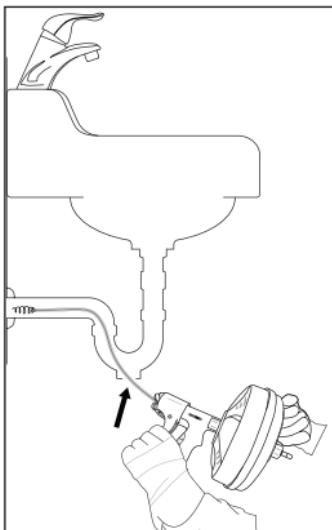

Abb. 1
- ▶ Bereiten Sie das Gerät und den Arbeitsbereich nach diesen Anweisungen vor, um die Verletzungsgefahr durch elektrische Schläge, Feuer, Umkippen des Gerätes, eine verdrehte oder gebrochene Spirale ⑧, Verletzungen durch Chemikalien, Infektionen oder andere Ursachen zu verringern und eine Beschädigung des Gerätes zu vermeiden.
- 6) Wenn Sie das Gerät manuell verwenden, vergewissern Sie sich, dass die Kurbel ④ vorhanden ist und fest am Gerät sitzt.
- Bei vielen Abflüssen kann die Spirale ⑧ durch das Ablaufsieb geführt werden.
- Bei anderen Waschbecken muss eventuell ein Reinigungsstopfen oder ein Siphon entfernt werden (siehe Abb. 1). Stellen Sie unbedingt einen Behälter unter die Reinigungsöffnung oder unter den Siphon, um auslaufendes Wasser aufzufangen.